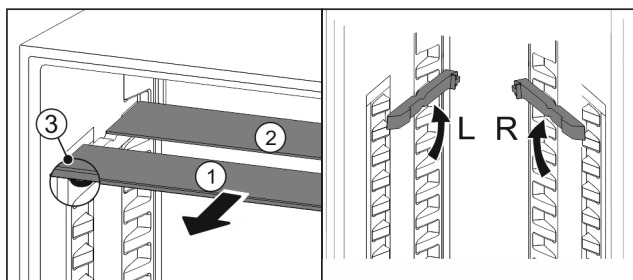

Fig. 24
- По одной извлеките Fig. 24 (1) стеклянные панели движением вперед.
- ▷ Стеклянная панель Fig. 24 (1) с декоративной планкой лежит спереди.
- ▷ Стопоры Fig. 24 (3) показывают вниз.